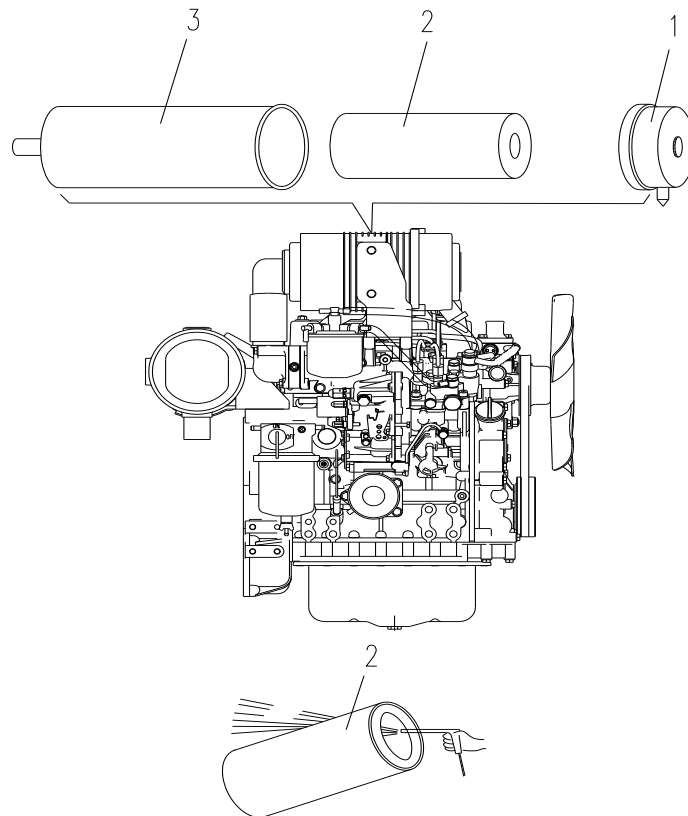

Ilustración 23
▲ Retire el filtro de aire (2). Elimine el polvo y la suciedad de la superficie del filtro con un cepillo suave y limpie el filtro con aire comprimido. La presión del aire no debe ser superior a 0,588MP. Se aconseja mantener una distancia de aproximadamente 300mm entre la boquilla de aire y el elemento filtro. Se recomienda dirigir el chorro de aire comprimido desde el interior del filtro hacia el exterior. (Ilustración 23).